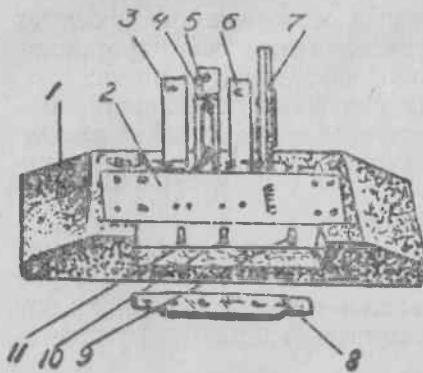

Рис. 22. Пресс для склейки фильма:
8.4.1. Откройте левый и правый прижимы. Нажимом на кнопку 11 (рис. 22) откиньте средний прижим и снимите скребок.